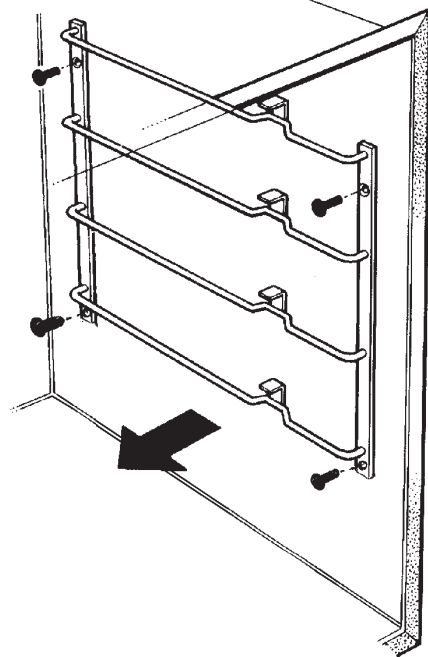

Fig. 24
3. Enlevez les (7) vis du panneau arrière.
G. RETRAIT DES REVÊTEMENTS PROTECTEURS INTÉRIEURS DU FOUR ET DU GRIL – VOIR FIG. 24